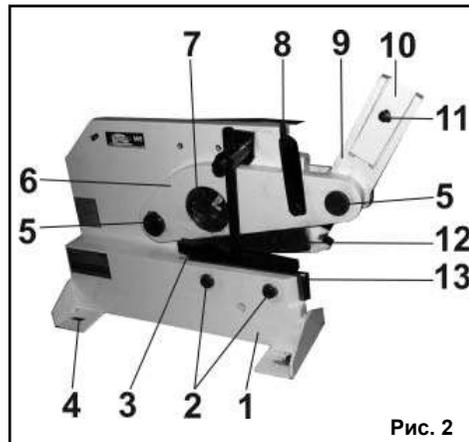

Рис. 2
#### 6. УСТРОЙСТВО (Рис.2.)
### 7. СБОРКА (Рис.2)
- 8.1. Закрепите ножницы на прочной и устойчивой рабочей поверхности верстака с помощью болтовых соединений (не комплектуется) через монтажные отверстия 4 (Рис.2).
### 9. ПОРЯДОК РАБОТЫ (Рис.2,3)
- 10.1. Смажьте зубья зубчатого рычага 9 (Рис.2) небольшим количеством консистентной смазки.